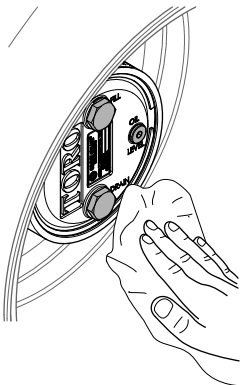

Figura 103
3. Limpie los alojamientos del freno y de los engranajes planetarios (Figura 103).